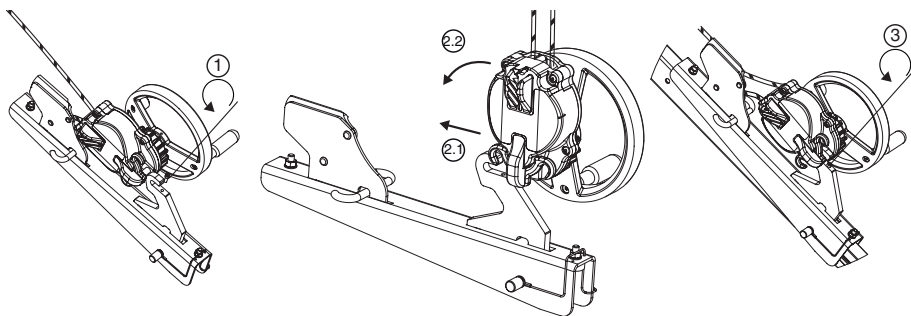

Рис. 8
6.3.4. Устройство derope™ UP R (рис. 8, 9 и 10)
Устройство derope™ UP R устанавливается на опоре треноги trascode марки Tractel®, как показано на рис. 8. Крепление устройства иным способом и в иной части треноги trascode марки Tractel® запрещено.
1. Отвинтите запорный винт на крюке, с помощью которого кронштейн крепится к устройству derope™ UP R (рис. 8, 1).
2. Установите устройство derope™ UP R, нацепив его на крепежный крюк (рис. 8, 2.1–2.2).
3. Вновь затяните запорный винт, чтобы предотвратить отсоединение устройства от кронштейна (рис. 8, 3), и убедитесь в том, что винт установлен и затянут надлежащим образом.